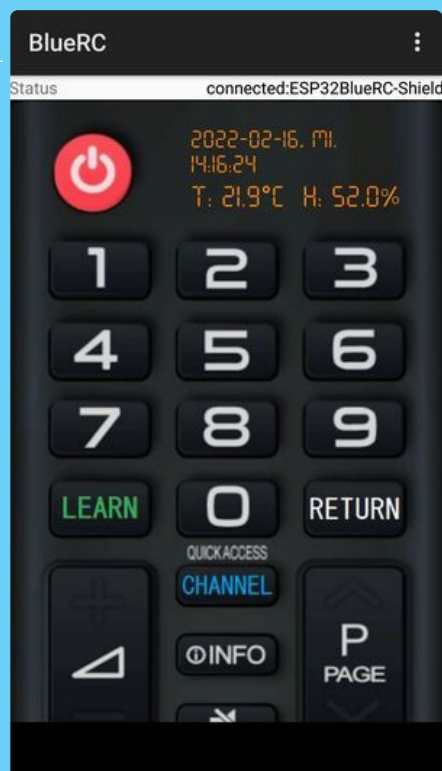

Figure 2. Interface utilisateur de l'application Android BlueRC V1.1.
- Un téléphone Android pour exécuter une application, qui sert simplement d'interface utilisateur pour la carte à microcontrôleur. L'application vous offre une interface de télécommande (**figure 2**), qui vous permet d'appuyer sur les boutons dont vous avez besoin pour contrôler vos appareils infrarouges. Vous pouvez également lancer la séquence d'apprentissage en appuyant sur une touche de cette interface utilisateur, mais la procédure d'apprentissage elle-même est exécutée sur la carte à microcontrôleur.